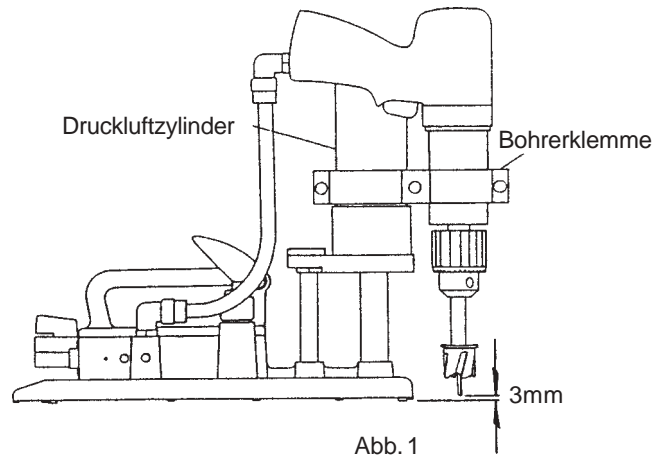

Abb. 1
4. Mit dem 5mm-Steckschlüssel die beiden Schrauben an jedem Ende der Klemme lösen und so einstellen, dass die Schneidspitze möglichst nah und die Bohrerzahnklemme möglichst niedrig auf dem Druckluftzylinder positioniert ist, wie in Abb. 1 gezeigt. Hierdurch wird die Lastverteilung in der Vorrichtung verbessert. Die Schrauben mit dem 5mm-Steckschlüssel festziehen.